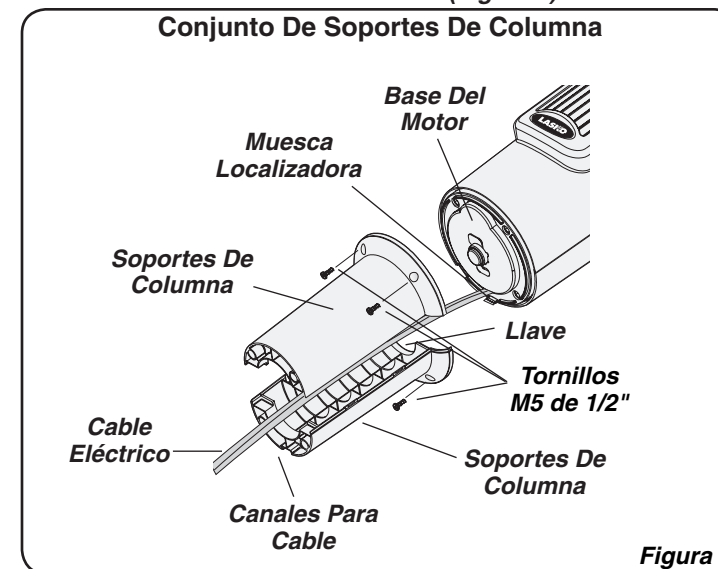

Figura 1
- Localice el **Cable Eléctrico** en la parte inferior del Ventilador. Coloque el **Cable Eléctrico** en los **Canales Para Cable** de los **Soportes De Columna**. Encaje firmemente los **Soportes De Soportes De Columna** el uno con el otro de modo de formar un **Conjunto De Soportes De Columna**. (Figura 1)
- Una el **Conjunto De Soportes De Columna** a la **Base Del Motor** con (4) **Tornillos M5 de 1/2" de largo**. Cerciórese de alinear la **Llave** del **Conjunto De Soportes De Columna** con la **Muesca Localizadora** de la **Base Del Motor**. (Figura 1)